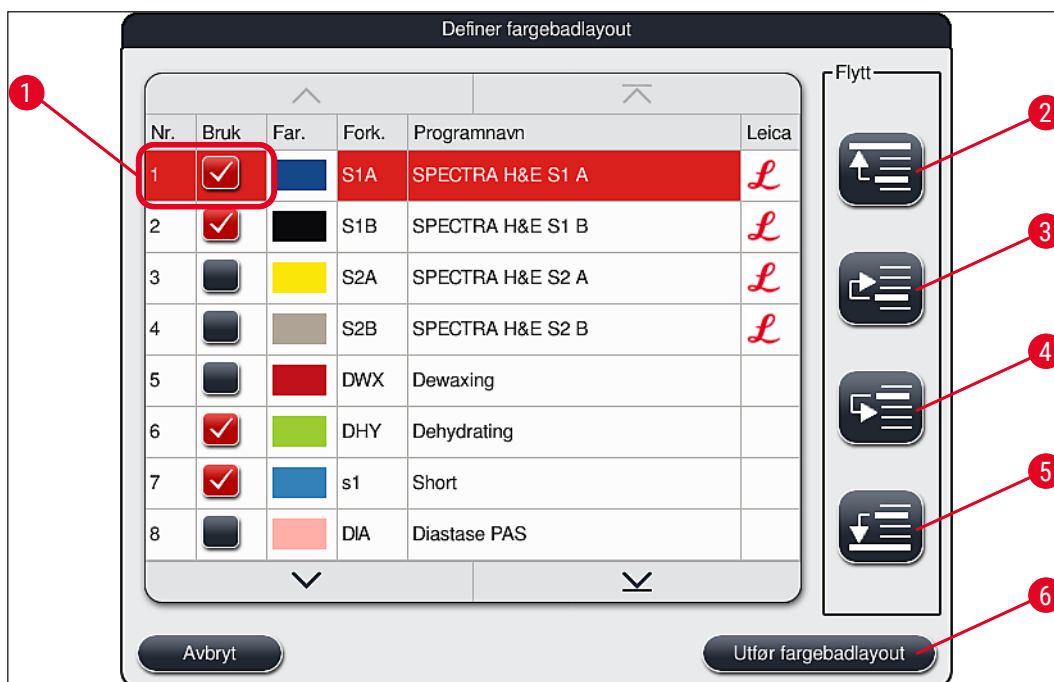

Fig. 50
- Trykk på **Fortsett**-knappen (→ "Fig. 52-4") for å fortsette, eller trykk på **Avbryt**-knappen (→ "Fig. 52-5") for å gå tilbake til programvalg (→ "Fig. 50").